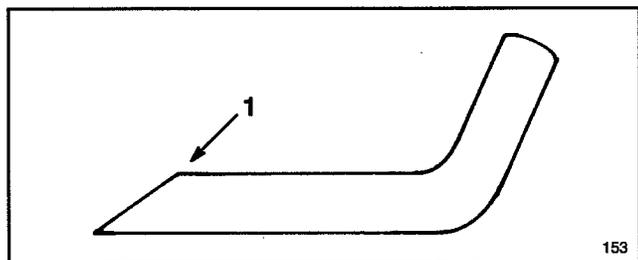

Figure 27
6. AIGUISAGE DE LA LAME – Au moyen d'une lime, aiguiser le bord supérieur de la lame en veillant à conserver l'angle de coupe original (Fig. 27). Limer la même quantité de métal sur chaque arête de coupe pour conserver l'équilibre de la lame.